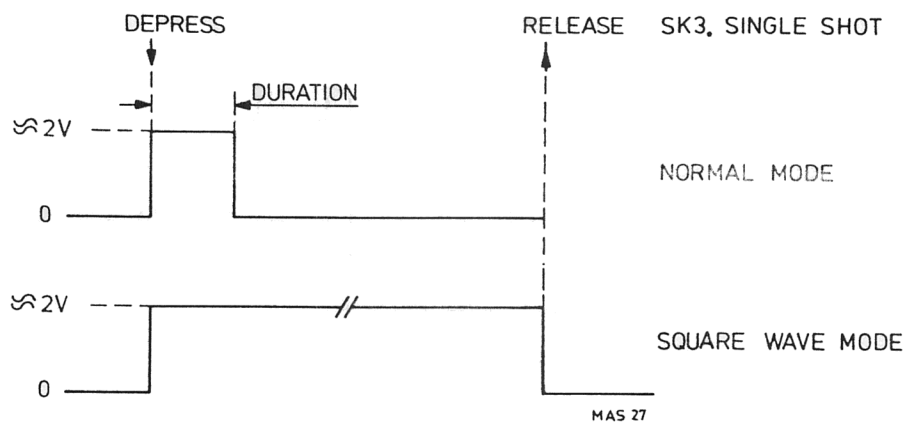

Abb. VI-11. Einzelimpulse, PM 5704
- Taste SINGLE SHOT drücken. Danach kann ein einzelner TTL-Impuls beobachtet werden, dessen Dauer dem eingestellten Wert entspricht. Vgl. Abb. VI-11.
- Taste SINGLE SHOT drücken. Der einzelne Impuls am TTL-Ausgang bleibt so lange stehen, wie die Taste gedrückt wird. Die an DURATION eingestellte Impulsdauer hat keinen Einfluß. Vgl. Abb. VI-11.